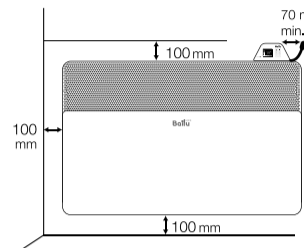

Рис. 7
- При настенной установке конвектора, необходимо вертикально установить держатель Bullet Sensor с помощью самореза и дюгеля на стене как указано на рис. 7.
Используя стойки и ролики, предварительно изучив схему крепления (рис. 7), установите прибор на полу.